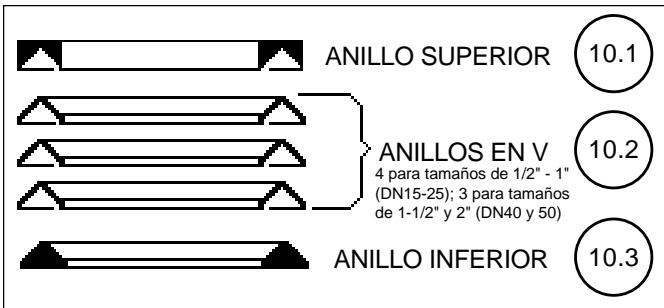

Figura 4: Empaques
20. Coloque el bonete (2) en una prensa de banco, y posicionado para permitir la inserción por el costado inferior del ensamble del vástago (4).
21. Coloque cinta de teflón en la rosca, sobre el extremo superior del vástago (4). Inserte el ensamble del vástago (4) hacia arriba a través del bonete (2) hasta que el extremo del tapón (4) o el adaptador superior (4.3) toque el bonete (2). Afloje la prensa de banco y reponga el bonete (2) para prevenir que el ensamble vástago (4) caiga por debajo del bonete (2). Reapriete la prensa de banco.
22. Vea la figura 4 para una orientación adecuada del empaque (10); NO INVIERTA LOS ANILLOS DEL EMPAQUE (10). Inserte el anillo inferior (10.3) sobre el extremo superior del vástago (4), empújelo entre la caja del empaque del bonete (2). Utilizando una herramienta hueca o la guía del empaque (11) presione el anillo inferior (10.3) para ingresar totalmente. Repita para todos los 4/3 anillos de empaque en v (10.2) y el anillo superior (10.1).